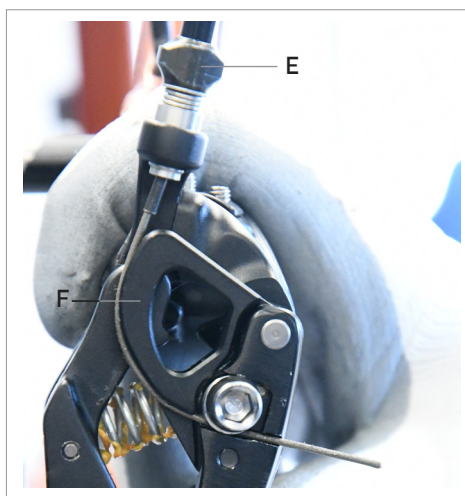
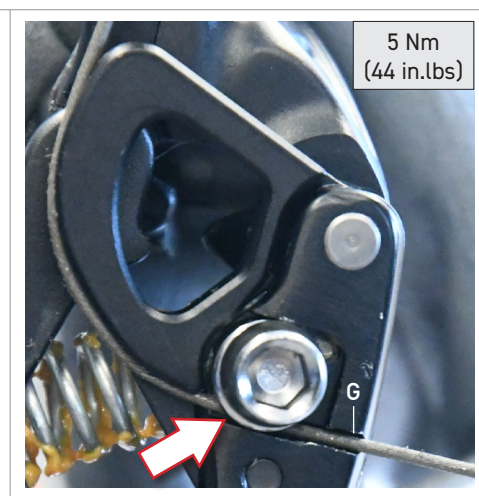

Fig.14
Fig.15
- Insérez le câble dans le registre de tension du câble (E - Fig.14), faites-le passer dans la came appropriée (F - Fig.14) et la rainure (G - Fig.15) du dérailleur arrière.